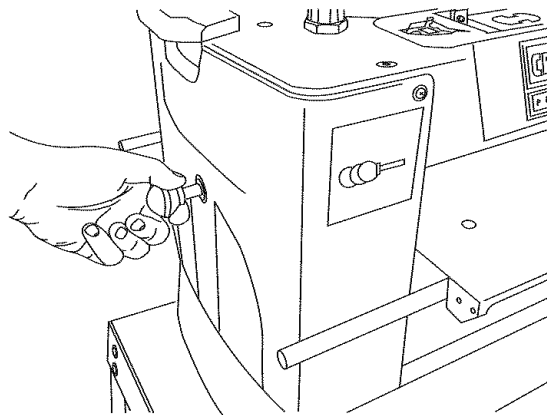

Figura 8 – Ajustando la Velocidad de Alimentación
- El mango para ajustar la velocidad de alimentación se encuentra en el lado izquierdo de la cepilladora/molduradora (véase la Figura 8).